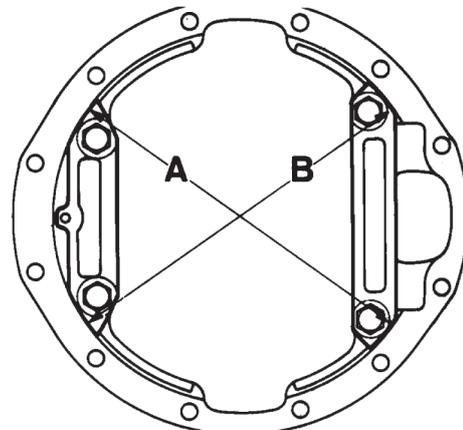

Figura 109
- C. Meça a distância entre os pedestais das capas dos mancais (nas diagonais A e B) com um micrômetro adequado (Figura 109) e anote os valores obtidos;